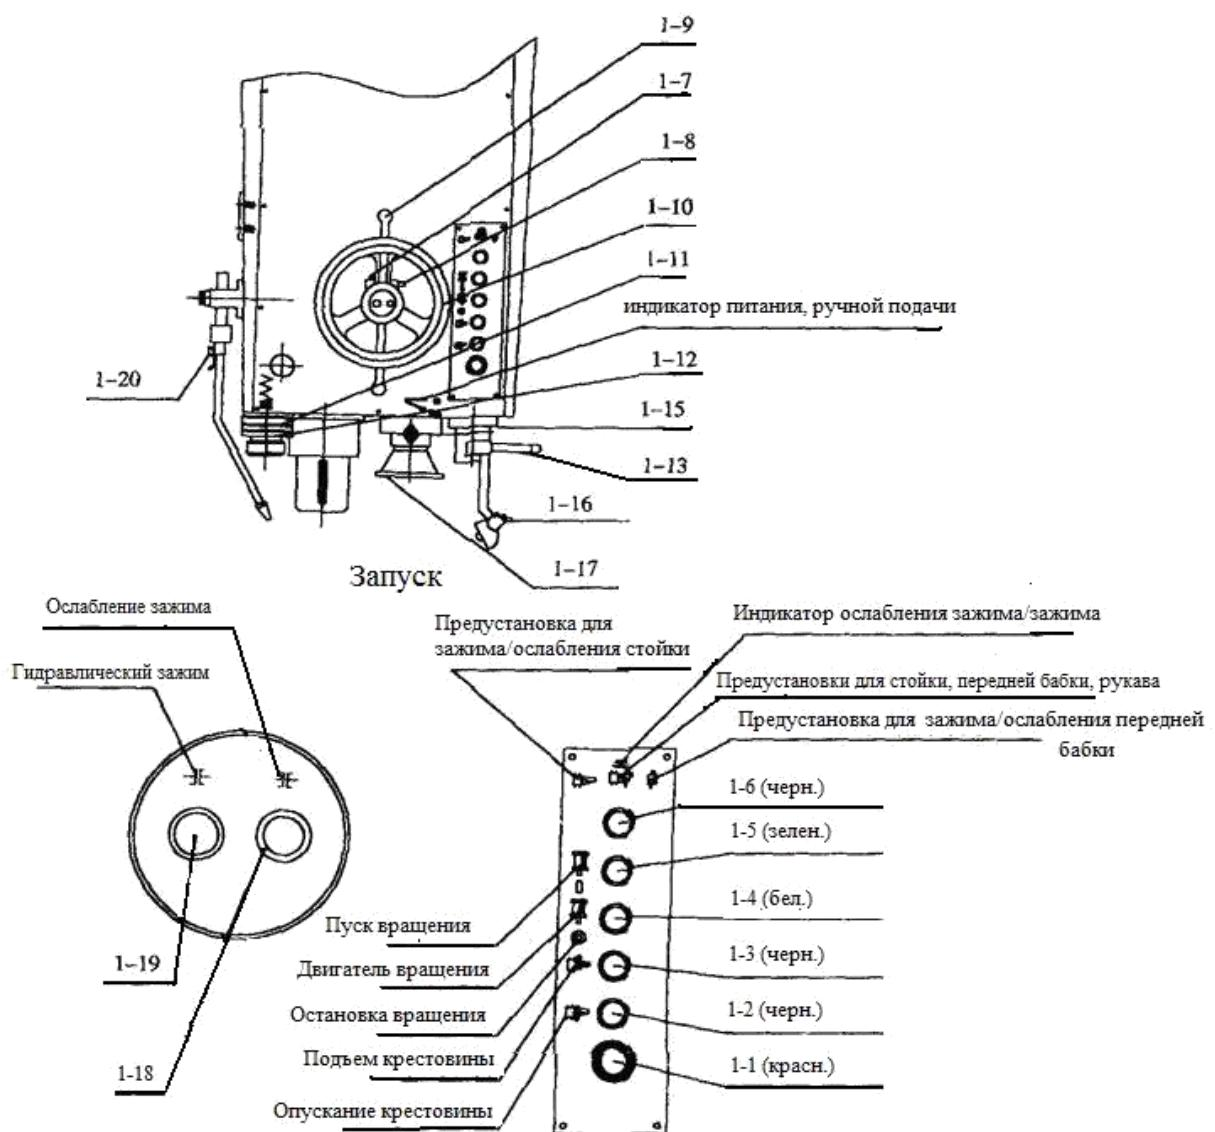

Рис. 3.1 3.2
2.4.7.5 Подключите провода основного питания. 2.4.8 Проверьте последовательность фаз (Рис.3.1):
2.4.9 Нажмите кнопку опускания 1-2 (Рис. 3.1) опустите рукав на 10 мм, удалите антисептическую смазку с верхней части стойки. Снова поднимите рукав на 10 мм, удалите антисептическую смазку снизу стойки, повторяйте до полной очистки от масла. Нажмите кнопку, чтобы ослабить переднюю бабку, поверните маховик перемещения 1-10, переместите переднюю бабку к левому краю, удалите антисептическую смазку с направляющей, вновь установите и закрепите переднюю бабку.
3.1.4 Передняя бабка (см. Рис. 3.1)
3.1.5 Поднимите и зафиксируйте рукав: Подъем рукава осуществляется за счет подъемного двигателя, шарико-винтовая передача и гайка для подъема рычага (см. Рис. 3.1 панель передней бабки). Имеется контргайка на гайке подъема, которая предотвращает внезапное падение рукава. Гидравлическое давление обеспечивает зажим рукава
Зажим передней бабки и стойки: Гидравлическое давление обеспечивает зажим передней бабки и стойки ромбовидным блоком. Зажим может выполнять эти два действия одновременно и по отдельности. (Кнопка 1-6 на панели передней бабки), среднее положение – жесткий зажим, левое положение – ослабить зажим только стойки, правое положение – ослабить зажим только передней бабки. (кнопка 1-18, 1-19) (см. Рис. 3.1)
Перечень рукоятей управления (см. Рис. 3.1)
1. Откройте главный выключатель 4-1 на стойке, а затем нажмите кнопку пуска насоса охлаждающей жидкости 4-3 (рис. 4.4), и включите лампы (рис.3.1);
3. Установите рукав в нужное положение точно в соответствии с высотой заготовки. (кнопка 1-2,1-3 рис.3.1, следующий за 4.8 такой же)